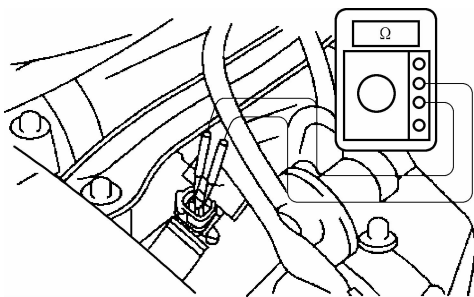

图 2-68 喷油器电阻的检测
(2) 喷油器电阻的检测 关闭点火开关,拆开喷油器插接器,用万用表电阻档测量喷油器两端子间的电阻,如图2-68所示。高阻值喷油器电阻应为 $13 \sim 16\Omega$,低阻值喷油器应为 $2 \sim 3\Omega$,否则应更换喷油器。